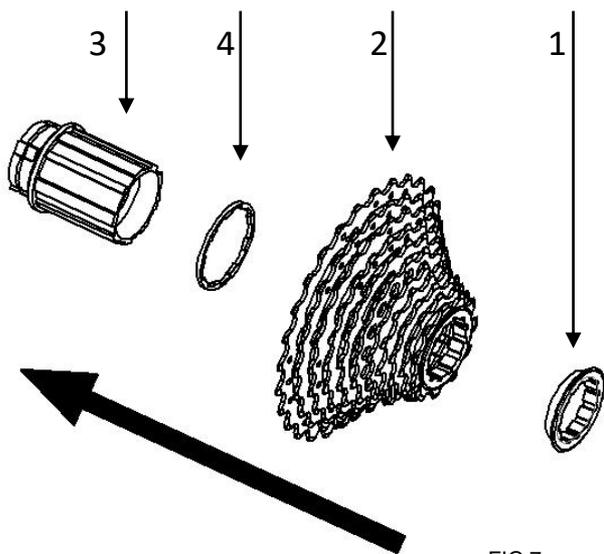

FIG 7
Caso venha optar por utilizar um CASSETE 8/9/10 velocidades, inserir o espaçador (FIG 7 item 4) ante o CASSETE ao FREE HUB. Por fim fixar o cassette no free hub utilizando a porca (item 1) presente no kit do cassette.